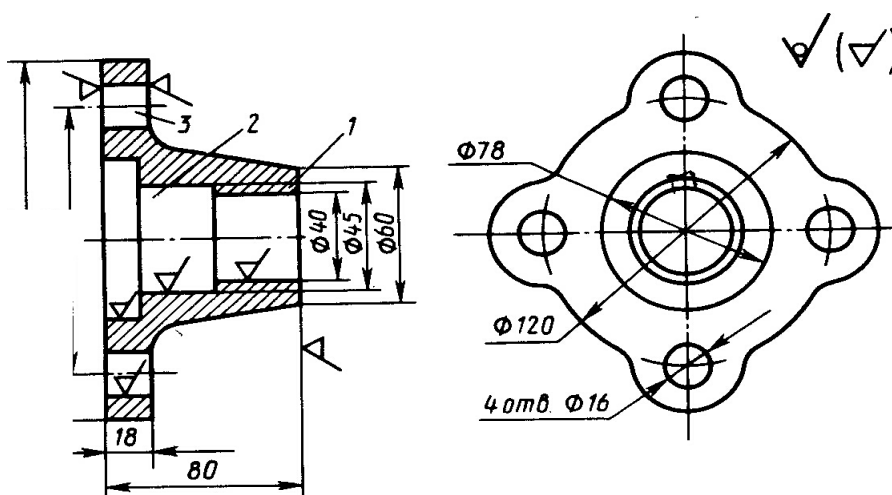

Рис. 7
2. По эскизу детали (рис. 7) разработайте эскизы: элементов литейной формы, модели стержневого ящика, собранной литейной формы (в разрезе). Опишите последовательность изготовления литейной формы. Материал детали – сталь 35 Л.